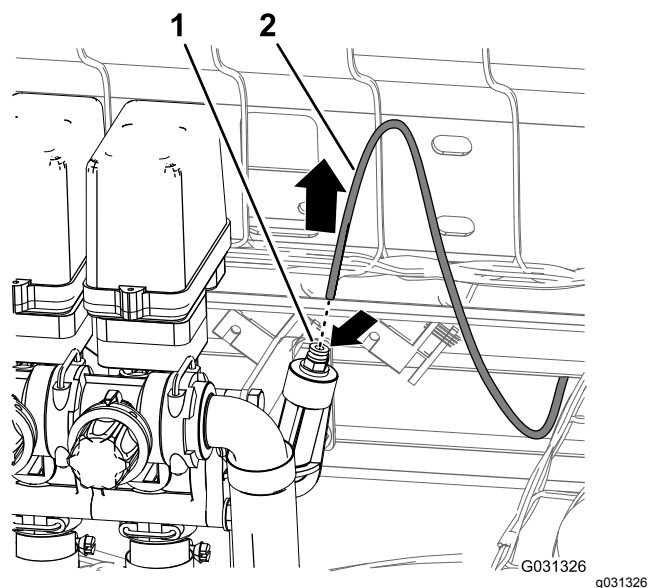

Figure 42
1. Poussez la bague de blocage du raccord de tube dans la prise de pression sur le côté droit de la vanne de section de rampe droite (Figure 42).
2. Tirez le tube de détection de pression du manomètre de planche de bord hors du raccord de tube (Figure 42).